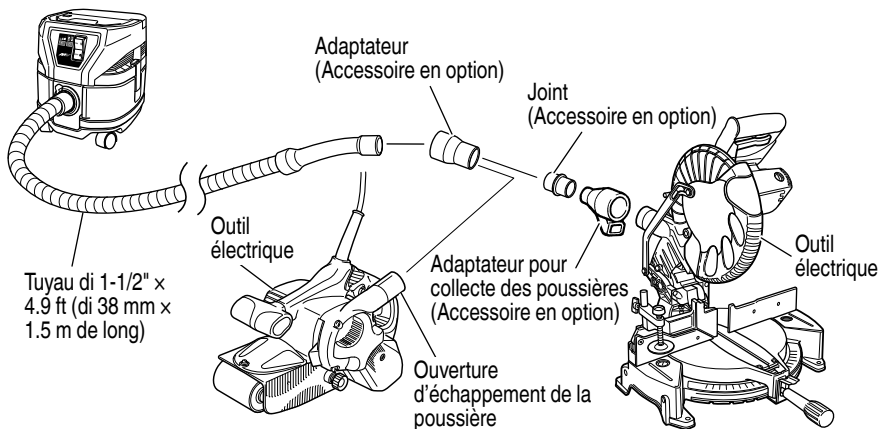

Fig. 18
4. Raccorder des outils électriques (Fig. 18)